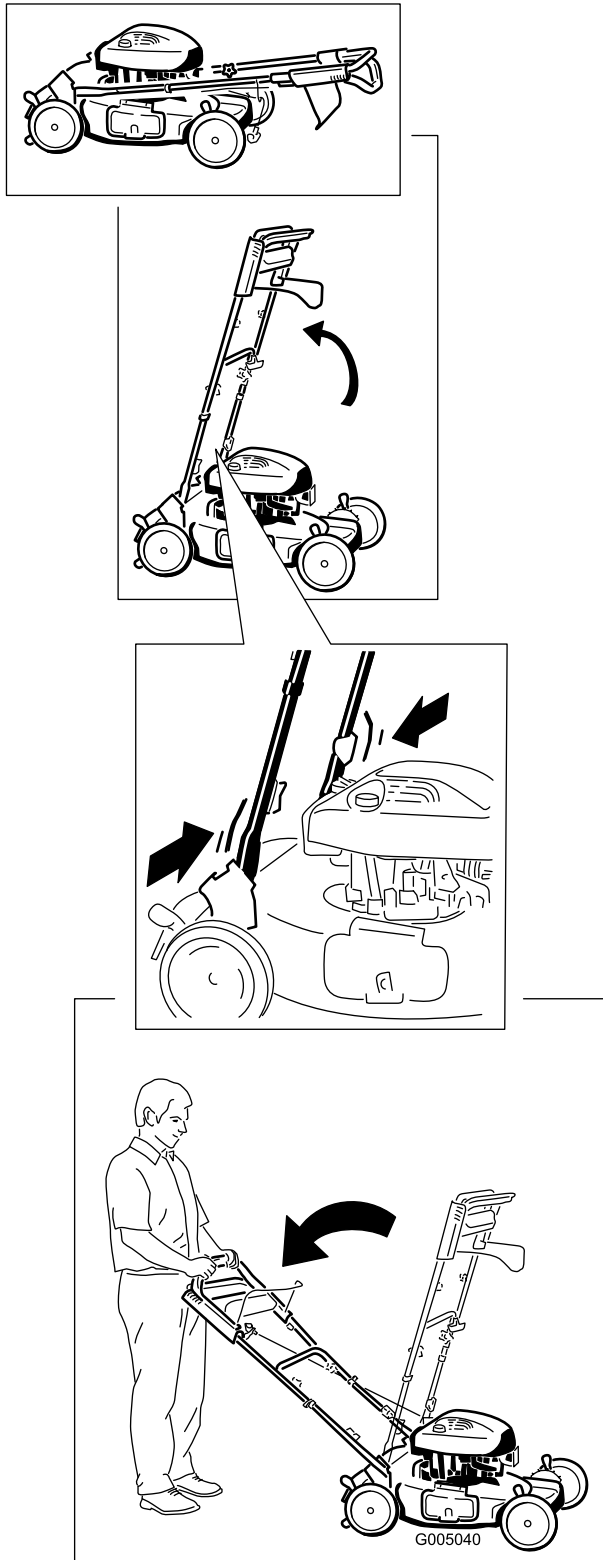

Figure 5
2. Rapprochez les deux côtés de la partie inférieure du guidon et rabattez le guidon en arrière jusqu'à ce qu'il s'enclenche en position d'utilisation (Figure 5)